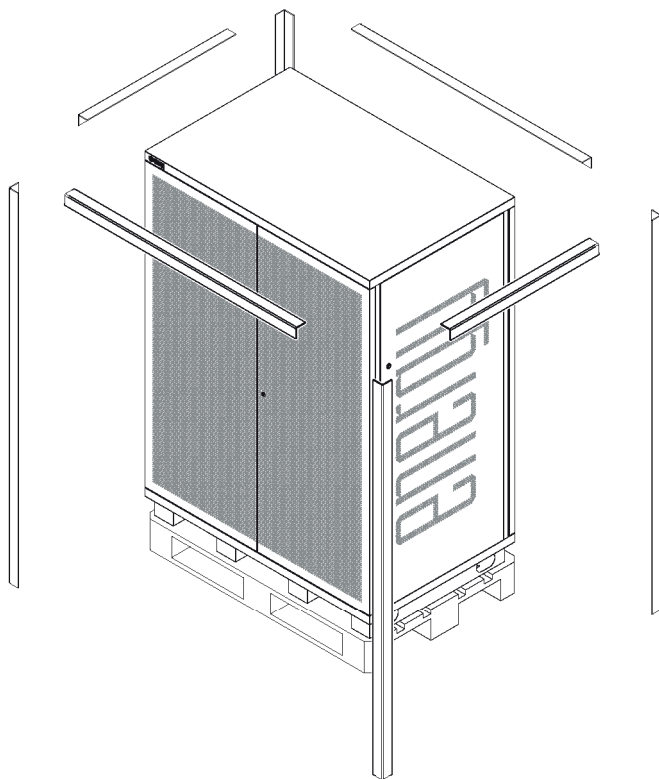

Fig. 4.19
5. Rimuovere gli angolari paracolpi in cartone (Fig. 4.19).